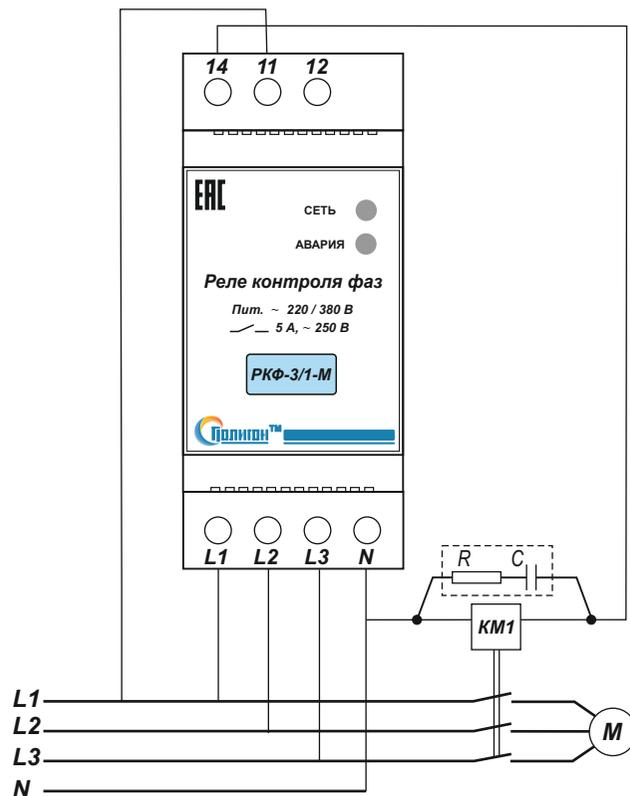

Рис. 1. Типовая схема подключения реле РКФ-3/1-М.
4.3. Произвести подключение входной контролируемой сети, цепей управления и сигнализации согласно маркировке (рис.1): L1, L2, L3 - фазы; N - нейтраль; 12-11-14 (NC-COM-NO) — переключающий контакт реле.